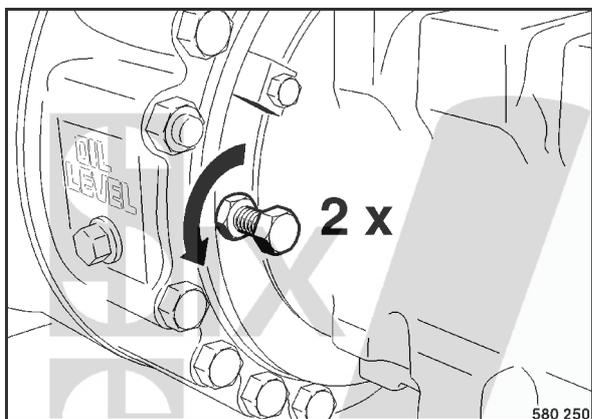

fig. 116
- Dévisser les vis de desserrage du frein (fig. 116) de deux tours et les bloquer avec les contre-écrous.